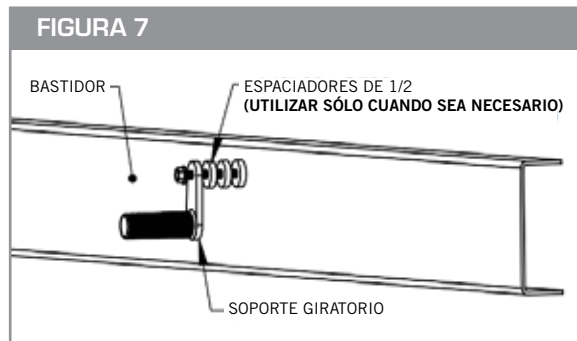

FIGURA 8
- A. Una vez que los soportes estén en posición con el guardafango, apriete el tornillo de 5/8" x 4-1/2" que pasa por el soporte giratorio (10001472/10001473) para fijar el giratorio de forma segura al bastidor. (Ver la Figura 8)